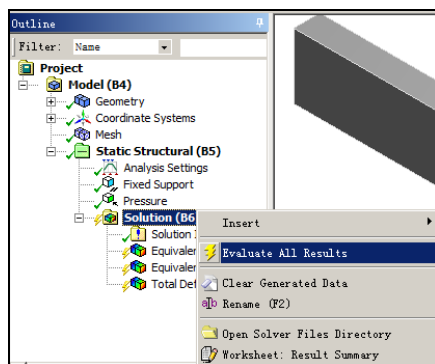

图 1-50 快捷菜单
**步骤 05** 在 Outline (分析树) 中的 Solution (B6) 选项上单击鼠标右键, 在弹出的快捷菜单中选择 ⚡ Evaluate All Results 命令, 如图 1-50 所示, 此时会弹出进度显示条, 表示正在求解, 当求解完成后进度条自动消失。